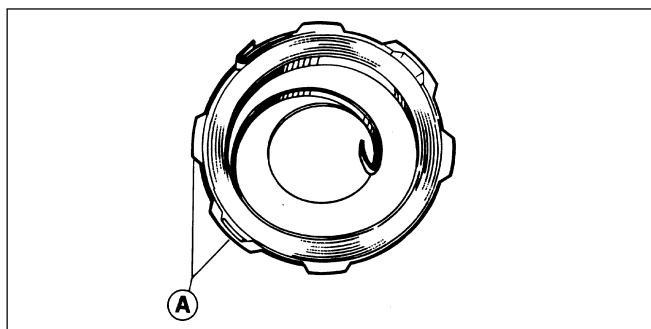

Fig. 4
- Après avoir remplacé les pièces endommagées, graisser le ressort pré-contraint avec de la graisse filante (voir Fig. 4) et procéder à la repose.